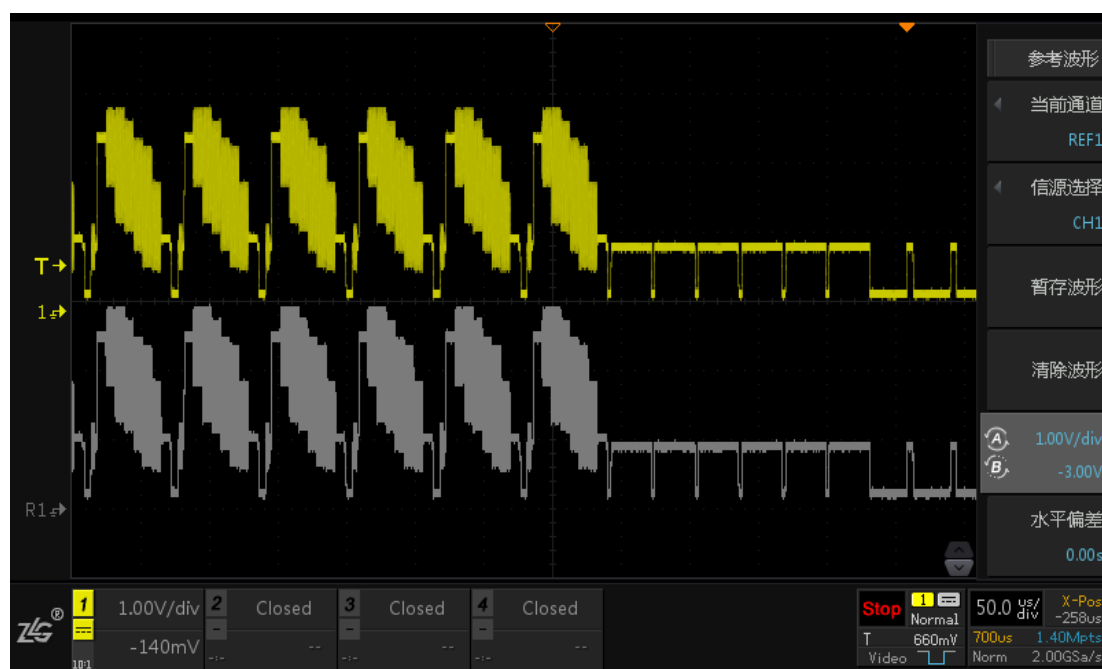

图 21.12 参考波形垂直方向调节
- 7、点击【REF】进入参考波形界面，可对参考波形在垂直方向上调节，点击调节软键如图 21.12 所示，旋转旋钮 A 可调节垂直档位，旋转旋钮 B 垂直移动参考波形至合适的位置；